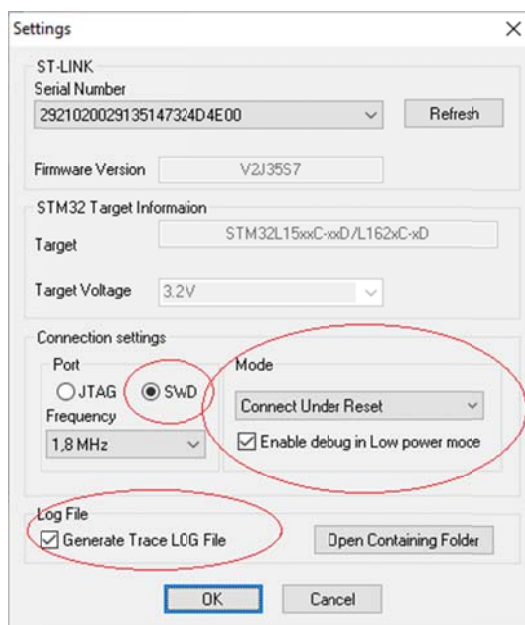

Рис. 4
5. Надо зайти в пункт Target->Settings... и выставить настройки согласно рис. 4